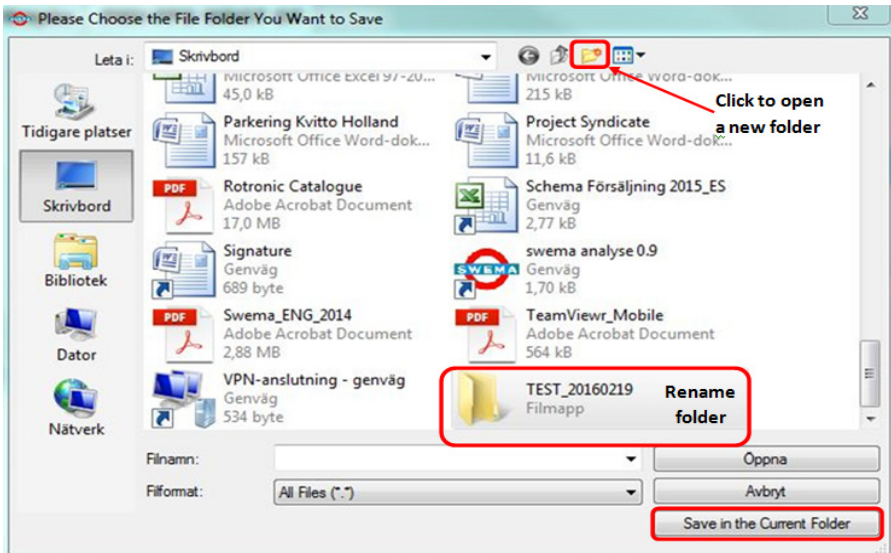

Fig 2. Spara en mättningsmapp
6. För att lagra de uppmätta och beräknade värdena, klicka på mappikonen (punkt.6 Fig.1). Öppna en ny mapp (Fig.2) och byt namn på det med t.ex. namnet på projektet och datumet som TEST_20160119 i fig.2 nedan. Öppna mappen och klicka "Save in current folder".